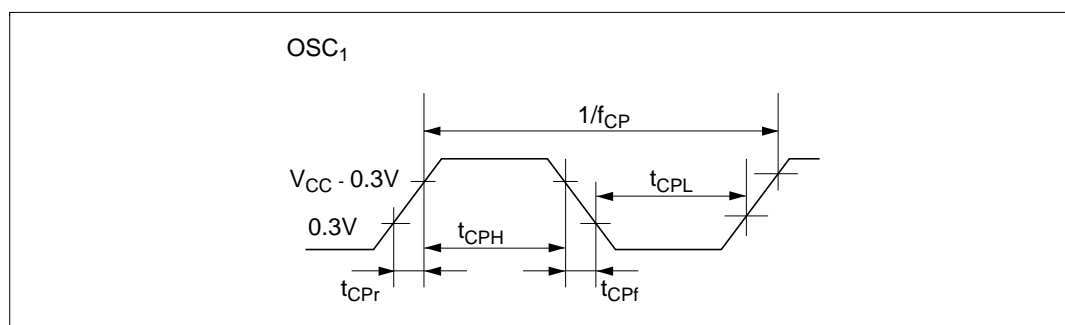

図 20.1 外部クロック入力波形
- (1) 電源投入時に  $V_{\text{CC}}$  が規格値 min に達してから発振が安定するまでの時間、
- (2) ストップモード解除時に RESET 入力 が Low レベルになってから発振が安定するまでの時間です。
3. 図 20.1 参照